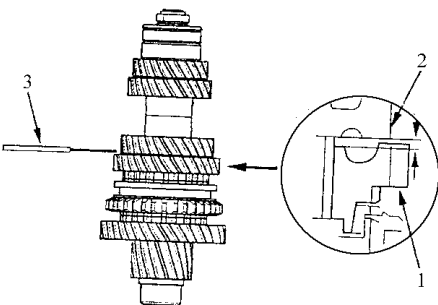

图 4-78 测量 2 档齿轮和
3) 如图 4-78 所示，用塞尺测量 2 档齿轮和 3 档齿轮之间的间隙。如果间隙超过维修极限，则转到第